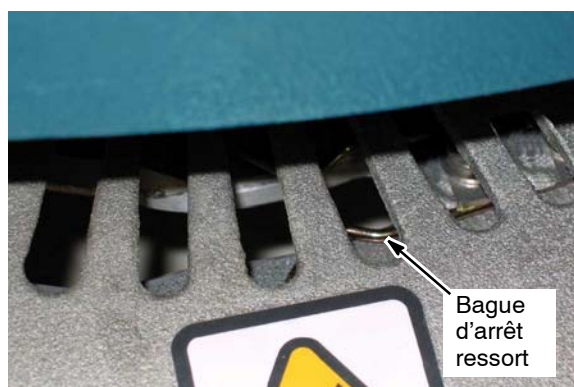

FIG. 10
4. Tournez le moyeu du moteur de brosse jusqu'à ce que la fente avec la bague d'arrêt ressort soit visible au travers de la fenêtre de la tête de brosse (Figure 10).